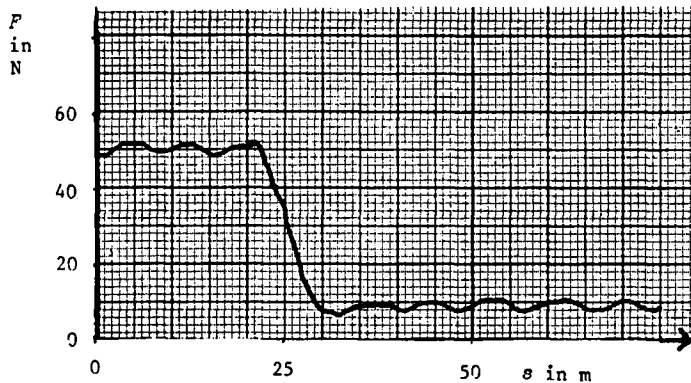

fig. 2.21 De kracht bij het fietsen is meestal niet constant.
- Een grafiek die de werkelijke trekkracht beter weergeeft staat in fig. 2.21.